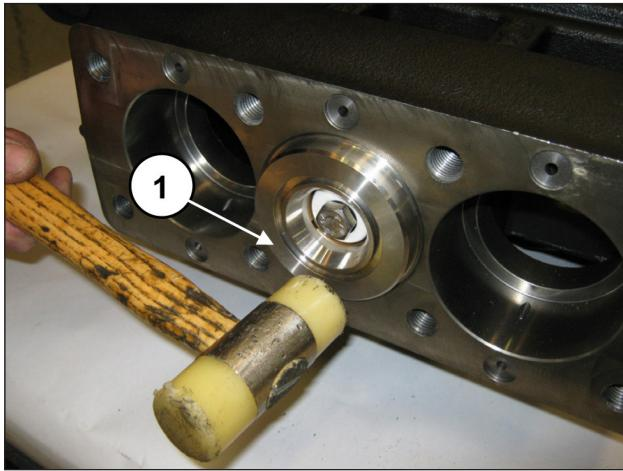

Fig. 188
Comprobar que el bloque camisa-soporte haga tope en el fondo del alojamiento (pos. ①, Fig. 188).